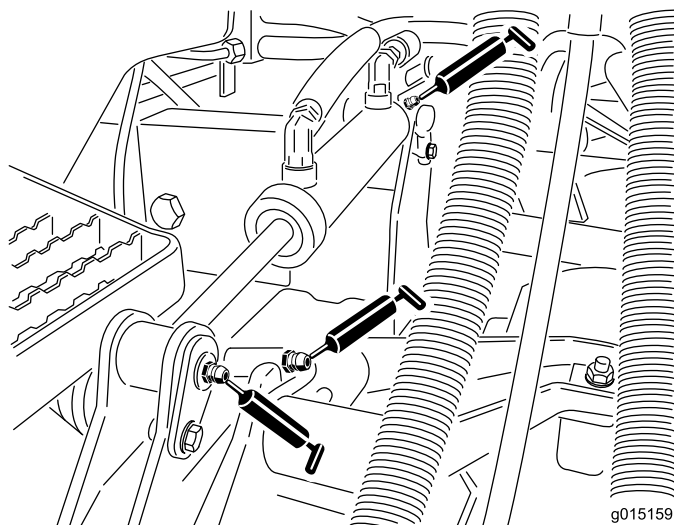

Figura 46
- Casquillos de los brazos de elevación (1 por unidad de corte) (Figura 46)
- Casquillos de los cilindros de elevación (2 por unidad de corte) (Figura 46)